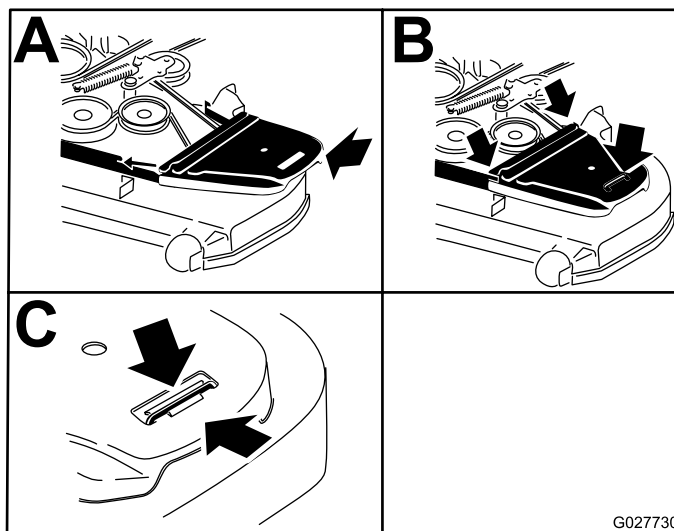

Figura 92
14. Instale as coberturas da correia (**Figura 92**).